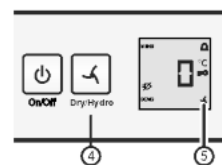

Fig. 3
► Настройване на **hydro**: Натискайте бутона **dry/hydro** Fig. 3 (4), докато символът  се покаже. Отпуснете бутона.
▷ Символът **dry/hydro** Fig. 3 (5) светва.
► Настройване на **dry**: Натискайте бутона **dry/hydro** Fig. 3 (4), докато символът  изгасне. Отпуснете бутона.